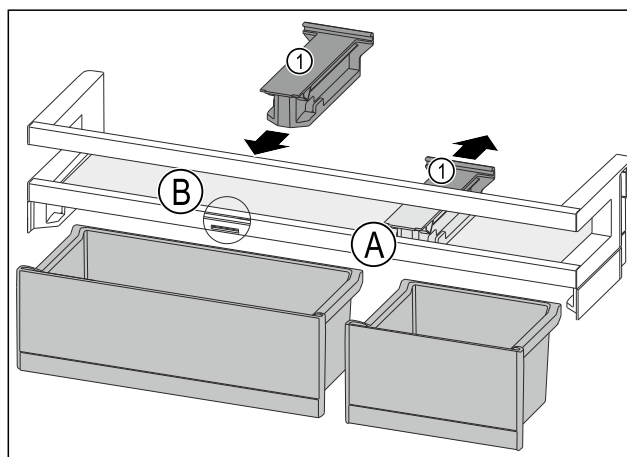

Fig. 187
- ▶ Halteteil Fig. 187 (1) in Position Fig. 187 (A) nach hinten abziehen.
- ▶ Halteteil Fig. 187 (1) in Position Fig. 187 (B) einsetzen.